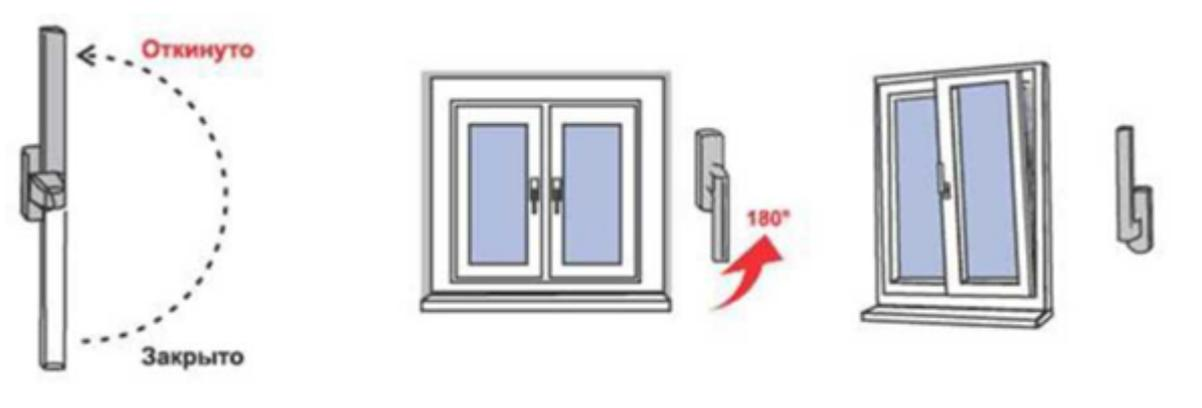

Рисунок 2.
- 3) Для перевода створки из закрытого положение в откидное (поворот створки относительно нижней горизонтальной оси, положение «Откинута» на Рис.2) ручку поворачивают вертикально на 180 градусов вверх, затем, потянув за ручку, поворачивают створку относительно нижней горизонтальной оси на заданный изготовителем угол (не более 10 градусов) (*откидной режим*).
- 4) Для запираения створки из открытого или откидного положения ее сначала закрывают и, придерживая створку рукой, поворачивают ручку вертикально вниз (положение «Закрыто» на Рис. 2).